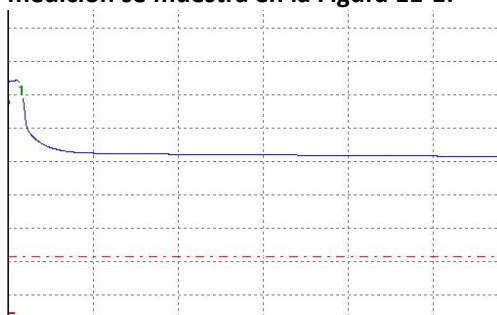

Figura 11-1
**Problema 4: Cuando el rastreo de medición se muestra en la Figura 11-1:**